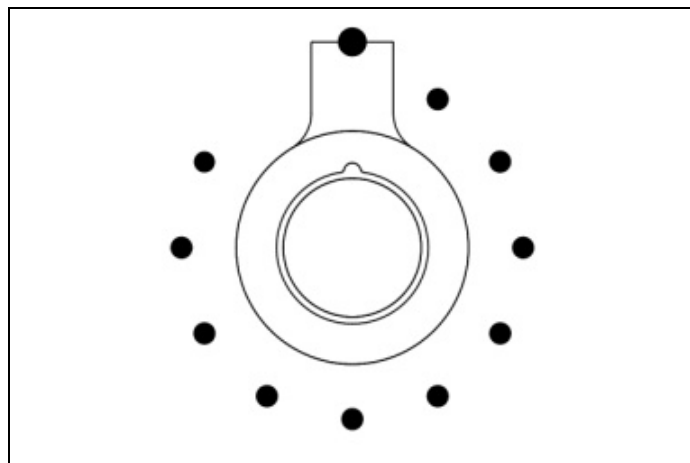
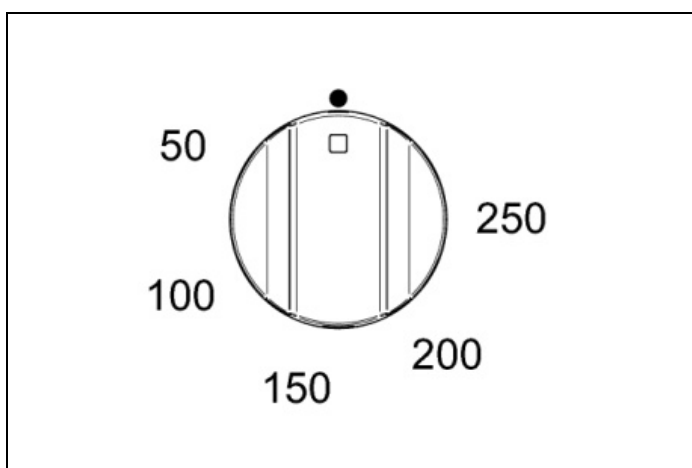
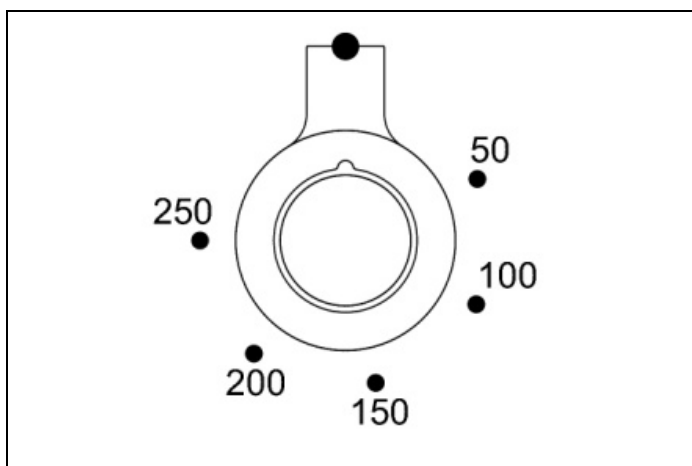

Fig. 27
Fig. 25
Fig. 26
- 2) Ruotare la manopola della temperatura (Fig. 25 - Fig. 26 e Fig. 27 solo per modello PRO T) in senso orario per selezionare la temperatura desiderata. La luce arancione si spegne una volta che il forno ha raggiunto la temperatura scelta ed è pronto per l'uso. È normale che questa luce si spenga e si accenda durante la cottura così che gli elementi mantengano costante la temperatura (il funzionamento del forno è indicato dal display del programmatore solo per la versione PRO T).